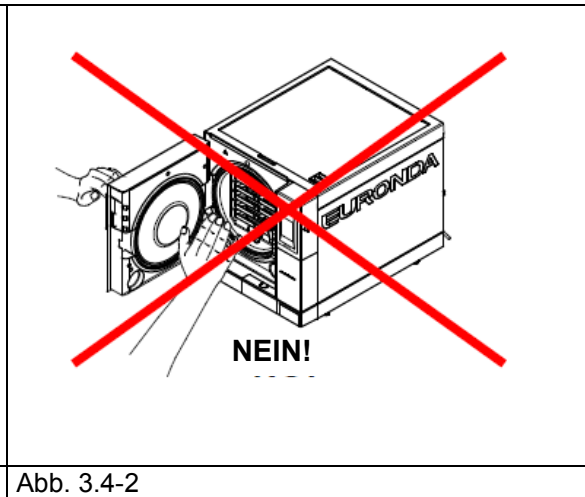

Abb. 3.4-2
2. Bei Öffnen der Tür, sich weder über noch vor derselben aufhalten, da auf Grund des austretenden Dampfes Verbrennungsgefahr besteht (Abb. 3.4-2).